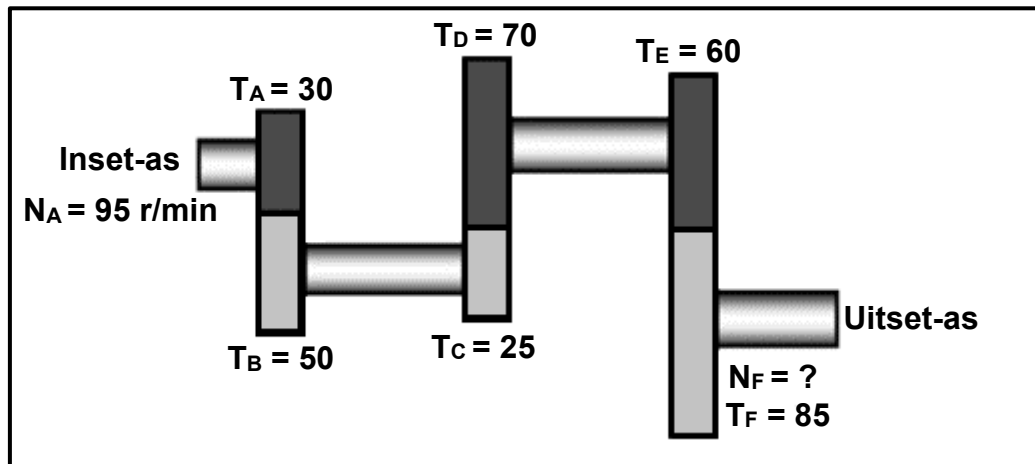

FIGUUR 11.4
- 11.4 Die bandaandryfstelsel van 'n kompressor word in FIGUUR 11.4 hieronder getoon. Die trekkrag in die stywe kant van die band is 450 N. Die verhouding tussen die trekkrag in die stywe kant en die trekkrag in die slap kant is 2,5 : 1. (Banddikte kan geïgnoreer word.)